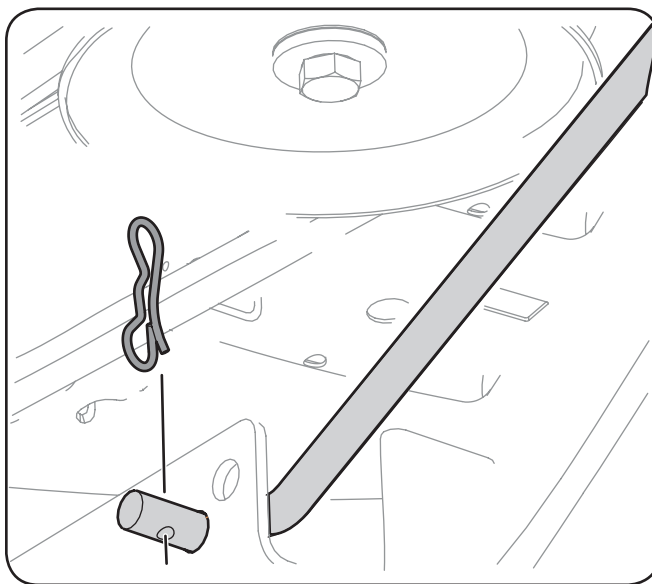

Figura 7-4
13. Tire del pasador hacia afuera de la varilla de elevación delantera de la plataforma que la sujeta a la plataforma. Consulte Figura 7-4. Saque la varilla de elevación de la plataforma de la ménsula de suspensión frontal.